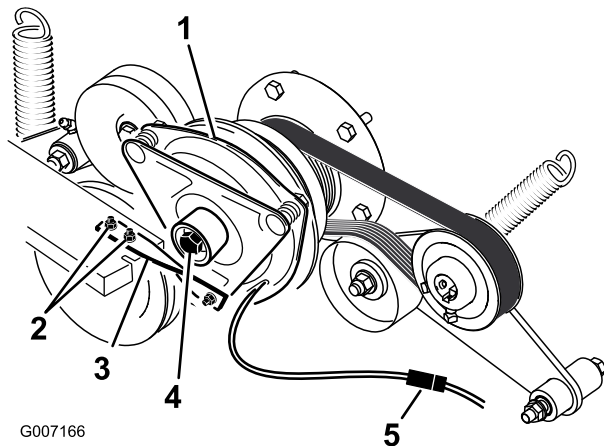

Figura 62
5. Desenchufe el conector eléctrico del embrague (Figura 62).
6. Retire los pernos que sujetan la correa de goma del embrague al bastidor del cortacésped (Figura 62).
7. Retire el perno central que sujeta el embrague al eje del motor, y retire el embrague y la chaveta (Figura 62).
14. Sujetando el cigüeñal en la parte trasera de la máquina, instale el perno central y apriételo a 68 N·m (Figura 62).
15. Instale la correa de goma del embrague al bastidor del cortacésped con los dos pernos y tuercas que se retiraron anteriormente (Figura 62).
17. Enchufe el conector eléctrico del embrague (Figura 62).